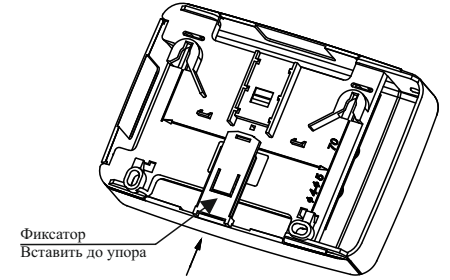

Рисунок 3
– в направляющие основания вставить фиксатор, входящий в комплектность (рисунок 3);